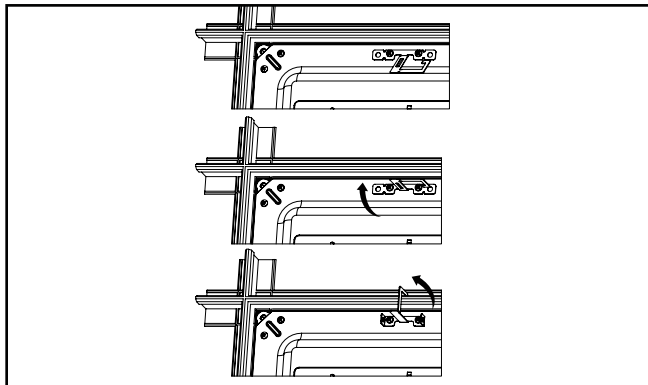

Imagen 4.
4. Se proporcionan clips para lograr una unión mayor al sistema de techo. Guíe las 4 lengüetas en la parte posterior del aplique por encima de la red T al doblarlas hacia arriba 90 grados en dirección perpendicular a la parte posterior. Luego, doble las lengüetas 90 grados hacia el marco de la red T (Imagen 4).